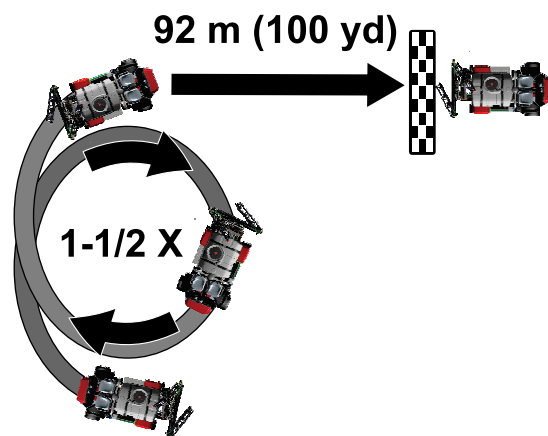

Рисунок 74
3. Проведите машину по кругу на 1-1/2 оборота (Рисунок 74).
5. Проведите машину по прямой линии 92 метра. См. рис. Рисунок 74.